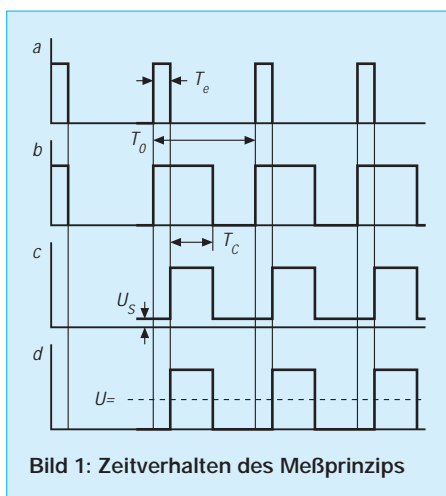

Bild 1: Zeitverhalten des Meßprinzips
Das Meßprinzip sei an Hand von Bild 1 kurz erklärt. Zur Umwandlung der Kapazität in ein zur Messung auswertbares Signal sind zwei identische Timer vorhanden, die eine Impulskette erzeugen, wobei die Länge der Impulse ein getreues Abbild der jeweiligen Kapazität darstellt.
Besonders bei kleinen Kapazitäten von wenigen Picofarad ist dies mit nur einem als monostabilen Oszillator geschalteten Timer nicht möglich. Auch ohne außen angeschlossenes Meßobjekt erzeugt der Timer infolge parasitärer Kapazitäten (Kapazität der Meßklemmen, der Leiterbahnen, des ICs selbst usw.) kurze Impulse (T_e in Bild 1 a), welche die Messung kleiner Kapazitäten unmöglich macht.
Daher wird hier ein zweiter, identischer Timer zur Kompensation dieses Effektes eingesetzt, der stets nur diese schaltungsbedingten Impulse erzeugt. Die Impulslänge am Ausgang des Meß-Timers wird durch das außen angeschlossene Meßobjekt (T_c) plus der Schaltungskapazität (T_e) bestimmt (Bild 1 b), wobei die Periodendauer T_o je
nach Meßbereich 10, 1 oder 0,1 ms beträgt. Die Ausgänge von Meß- und Kompensations-Timer werden in einem EXCLUSIV-ODER-Gatter zusammengeführt, dessen Ausgang nur so lange HIGH (H) wird, solange die Eingangssignale ungleich sind, Bild 1 c. Ohne außen angeschlossene Kapazität liefern beide Timer identische Signale, und der Ausgang des EXOR-Gatters ist LOW (L).
Aus Bild 1 c ist noch ein weiterer Nebeneffekt sichtbar. Dieser ist vielleicht nicht signifikant, beeinflusst aber unnötigerweise gerade bei kleinen Kapazitäten das Meßergebnis: Geht ein Gatter auf L, so ist seine Ausgangsspannung nicht wirklich Null, sondern es bleibt eine kleine Restspannung U_s stehen. Diese geht natürlich in die folgende Integration der Impulse zu einer Gleichspannung ein.